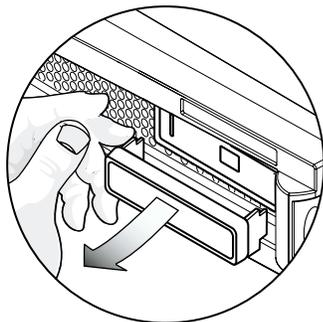

図 1-5 右側を固定する突起をベゼルから外した状態
2. ネームプレートの右側を固定する突起を外し、ベゼルからネームプレートを外します (図 1-5 を参照)。